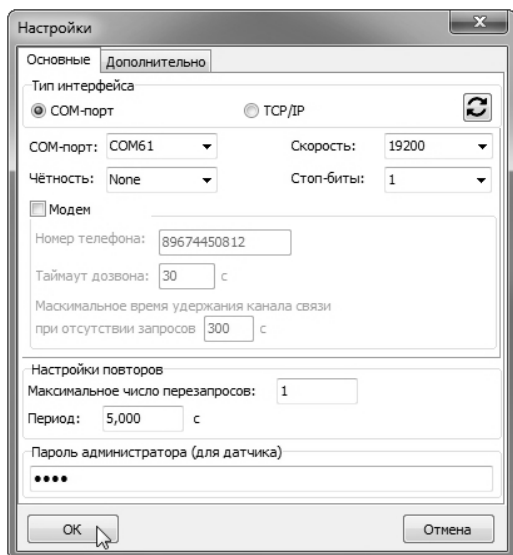

Рисунок 46 – Окно «Настройки»
3.16.3 В программе «Настройка датчиков и вторичных приборов» выбрать пункт главного меню «Опции» → «Настройки», либо нажать клавишу «F9» на клавиатуре. На экране появится окно «Настройки» (рисунок 46).